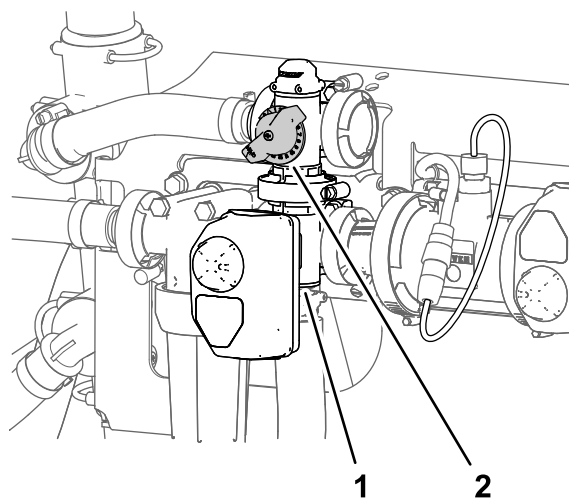

Figure 34
11. Réglez la vanne de dérivation d'agitation (Figure 34) à l'arrière de la vanne d'agitation jusqu'à ce que la pression indiquée sur le manomètre soit 6,89 bar (100 psi).